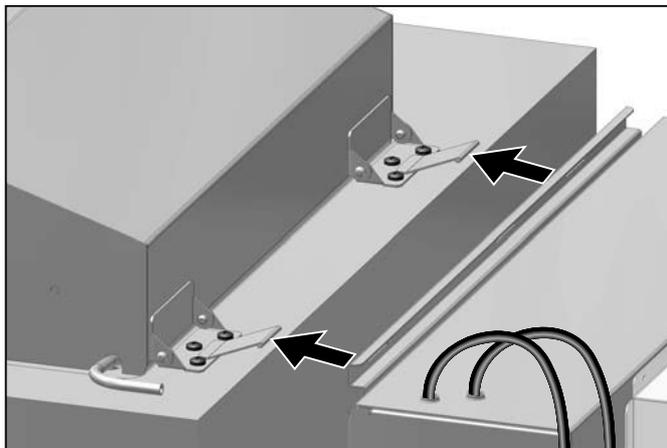
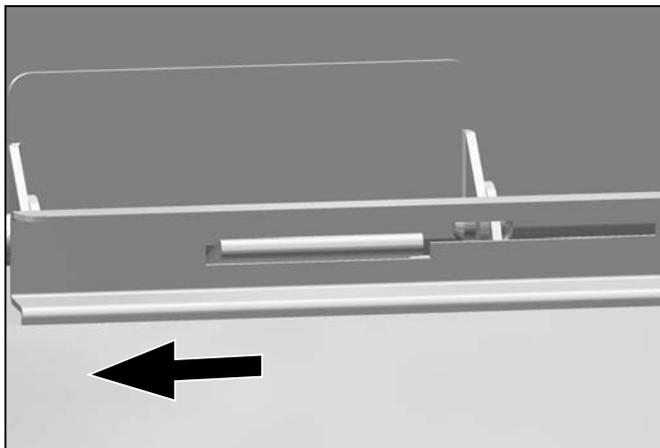
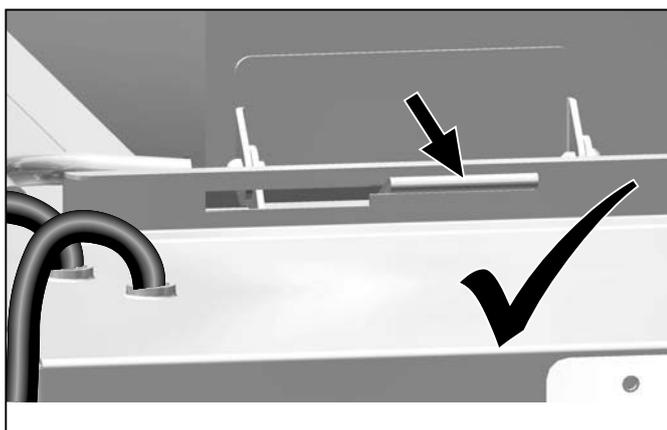

Fig. 14 Accrocher le bloc réfrigérant par son rail support, à l'arrière du bain sur les crochets émergeant des charnières du couvercle spécial
Fig. 15 Faire coulisser le bloc horizontalement et vers l'avant, pour bloquer le crochet en butée. (v. Fig. 16)
Fig. 16 Bloquer le crochet-support en butée
2. Accrocher le bloc réfrigérant par son rail support, à l'arrière du bain sur les crochets émergeant des charnières du couvercle spécial (Fig. 14), puis le faire coulisser horizontalement (Fig. 15), pour bloquer le crochet en butée (Fig. 16).